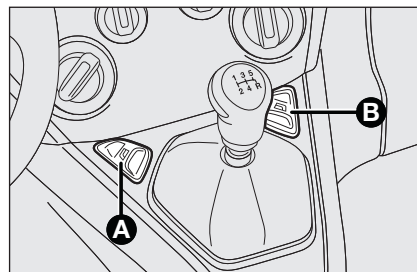

fig. 42
**RUDEOPTRÆK****FORRESTE EL-RUDER (hvis monteret) fig. 42**